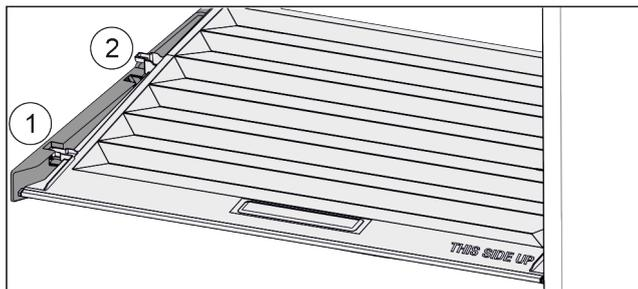

Fig. 96
- ▶ Deslice la tapa hacia delante hasta la abertura de las piezas de sujeción Fig. 96 (1).
- ▶ Levántela por detrás desde abajo y retírela tirando hacia arriba Fig. 96 (2).